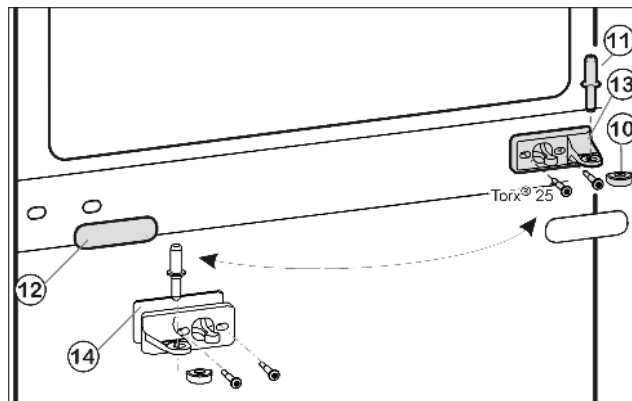
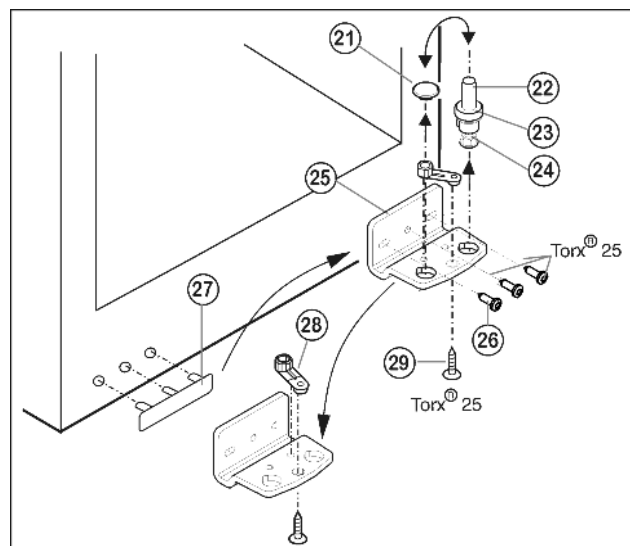

Fig. 8
Fig. 9
- ▶ Вытащите из опорного кронштейна и нижней дверцы средний опорный винт Fig. 8 (11).
- ▶ Снимите пластмассовый колпачок Fig. 8 (10).
- ▶ Открутите средний опорный кронштейн Fig. 8 (13) (2 шт. Torx® 25).
- ▶ Осторожно снимите накладку Fig. 8 (12).
- ▶ Прикрутите средний опорный кронштейн Fig. 8 (13) с подкладкой Fig. 8 (14) с поворотом на 180° на новую сторону шарнира (**с моментом 4 Нм**).
- ▶ Защелкните накладку Fig. 8 (12), повернув на 180°, на стороне, где теперь будет ручка.
- ▶ Извлеките опорный винт Fig. 9 (22) в комплекте с шайбой Fig. 9 (23) и регулируемой опорой Fig. 9 (24), вытягивая его вверх.
- ▶ Снимите пробку Fig. 9 (21).
- ▶ Открутите Fig. 9 (26) опорный кронштейн Fig. 9 (25).
- ▶ Открутите Fig. 9 (29) опорную деталь Fig. 9 (28) и, переставив в отверстие на противоположной стороне опорного кронштейна, снова прикрутите.
- ▶ Осторожно снимите и переставьте на противоположную сторону крышку со стороны ручки Fig. 9 (27).
- ▶ Снова прикрутите опорный кронштейн Fig. 9 (25) на новой стороне шарнира (**с моментом 4 Нм**). При необходимости используйте аккумуляторный шуруповерт.
- ▶ Переставьте пробку Fig. 9 (21) в свободное отверстие.
- ▶ Вновь установите опорный винт Fig. 9 (22) в комплекте с шайбой и регулируемой опорой. При этом фиксатор должен быть направлен назад.
- ▶ Установите нижнюю дверцу сверху на нижний опорный винт Fig. 9 (22).
- ▶ Снова наденьте пластмассовый колпачок Fig. 8 (10) на средний опорный кронштейн Fig. 8 (13).
- ▶ Вставьте средний опорный винт Fig. 8 (11) на новой стороне шарнира через средний опорный кронштейн Fig. 8 (13) в нижнюю дверцу.
- ▶ Установите верхнюю дверцу на средний опорный винт Fig. 8 (11).
- ▶ При необходимости выровняйте дверцы через два продольных паза в нижнем опорном кронштейне Fig. 9 (25) и среднем опорном кронштейне Fig. 8 (13) параллельно корпусу устройства. Для этого выкрутите средний винт на нижнем опорном кронштейне Fig. 9 (25).